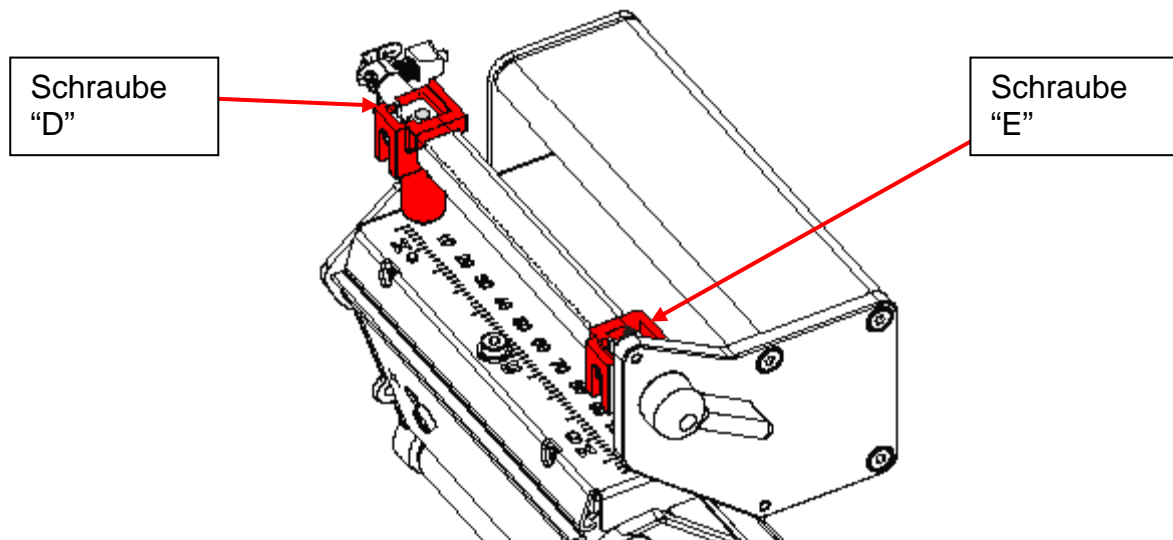

Abbildung 8 - Druckkopf-Anpressdruck Einstellung
- 4.1.** Zum Einstellen des Druckkopf-Anpressdrucks, die Gewindestifte an den Andruckstempeln lösen (siehe Abbildung 3) und beide Andruckstempel gegen die Anschläge links und rechts schieben. Siehe Abbildung 8. Dadurch werden die Löcher zur Einstellung des Druckkopf-Anpressdrucks in der Druckkopfverriegelung ausgerichtet.